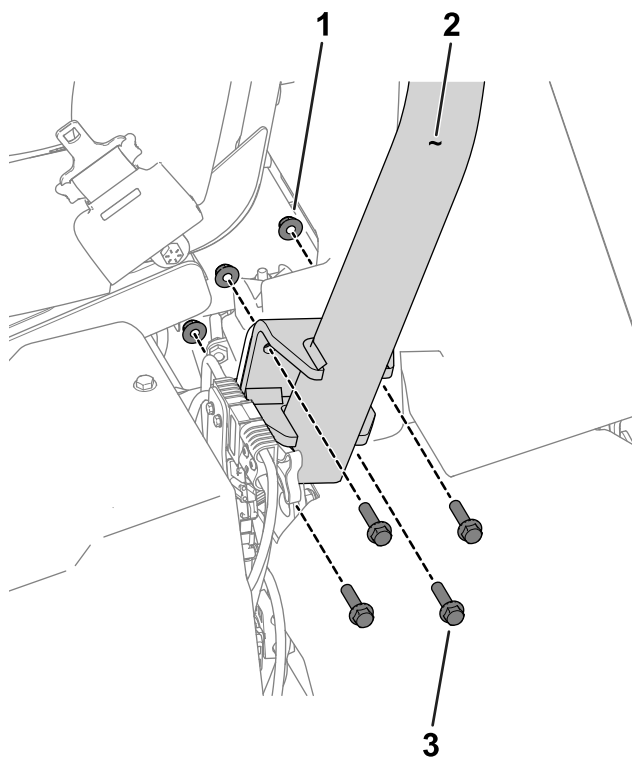

図 3
3. 機体の両側で、ROPS ブラケットに ROPS バーを取り付ける六角ヘッドボルト $\frac{3}{8}$  x 1 $\frac{1}{2}$ " 8本、ナット $\frac{3}{8}$ " 8 個を使用する 図 3。